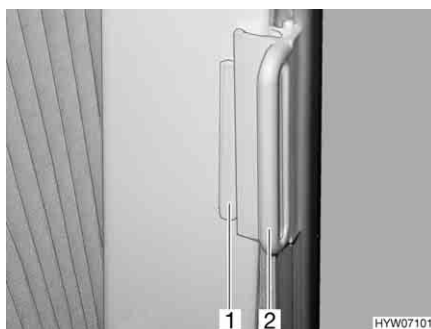

Fig. 61 Tendina oscurante pieghevole, aperta
- Aprire le tendine oscuranti pieghevoli per il finestrino del guidatore e del passeggero e spingerle nell'impugnatura della guida degli oscuranti (Fig. 61,2) sul sopralzo (Fig. 61,1).